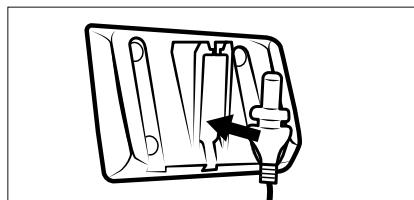

Abb. 4
- 1) Setzen Sie den Hohlstecker 11 des Netzadapters 10 in die Wandhalterung 18 ein (siehe Abb. 4). Fixieren Sie den Hohlstecker 11, indem Sie ihn drehen.